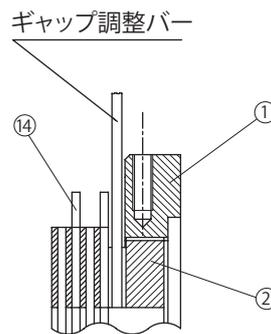

図 8-20
フィールド④側から見て左に回すとギャップが狭くなります。(図 8-20 参照)
- (4) アウターディスク⑭とセンターリング①の間には、取付ボルト③と固定ボルト⑪が交互に6本ずつ通っているため、ギャップ調整バーを回していくとそれらのボルトに当たります。ギャップ調整ネジ②には8等配の溝があり、ギャップ調整バーがボルトに当たるごとに(3)を繰り返して、ギャップ G を規定値に調整します。
- (5) ストッパー⑬を、規定ギャップに最も近い溝とネジ穴の点を選び取り付けてください。
- (6) ブレーキの手動解放を元の状態に復帰させた後、電源を入・切してブレーキ動作を確認してください。
- (7) ファン⑦、カバー⑧を取り付けます。この時ファンセットボルト⑩には、スリーボンド TB2365 を塗布してください。